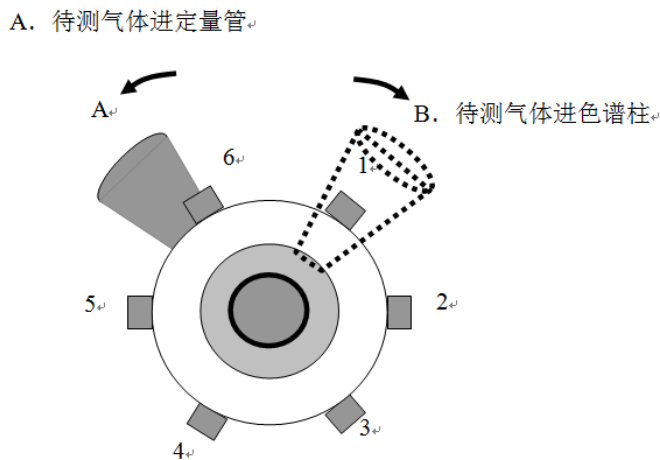
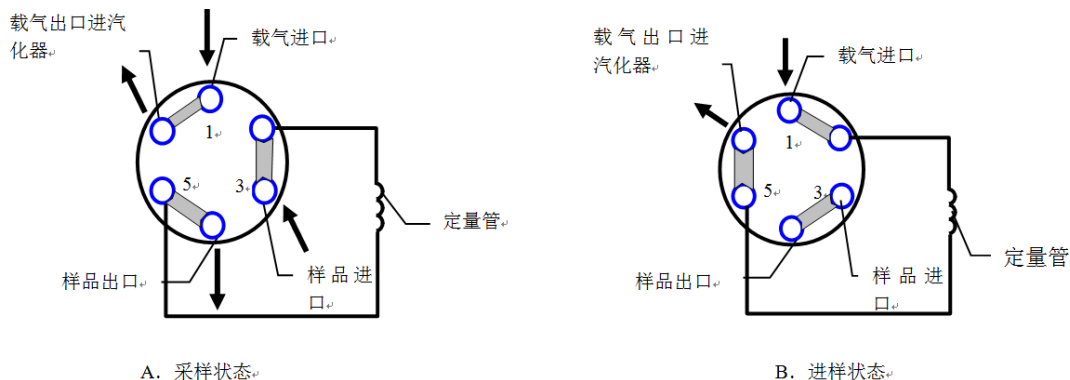

图 5-2 气体进样器采样及进样状态
图 5-3 气体进样器（平面六通阀）功能结构示意图
样器（平面六通阀）的结构及工作状态如图 5-2、图 5-3 所示。在采样状态下，气体样品进入气体进样器（平面六通阀）的定量管；在进样状态下，载气将定量管中的样品带入填充色谱柱，完成进样过程。载气流量由载气稳流阀进行设置，载气压力表指示的是填充色谱柱的柱前压力。由于样品处于气体状态，气体进样器通常不必进行温度控制。
3. 参照图 5-2 及图 5-3 连接好载气管道和样品气管道。